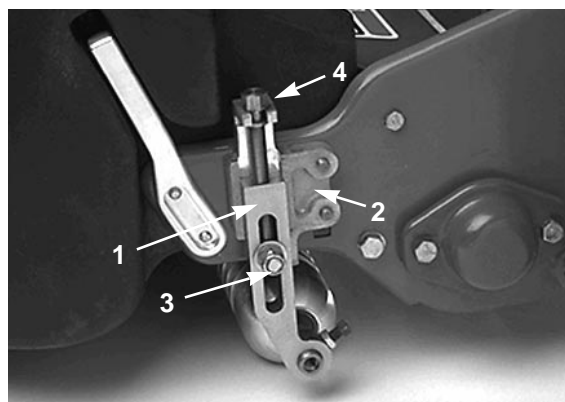

Figure 6
2. Afloje las contratuercas que sujetan los soportes de altura de corte a las placas laterales (Fig. 6).